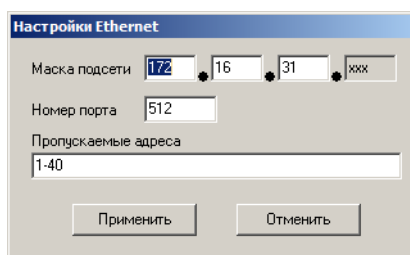

Рис. 10. Экраны программы AVS – Окно "Настройки Ethernet"
- 2.2.3.1. Запустить программу AVS_ABMB.exe с прилагаемого диска и настроить параметры опроса по Ethernet. Для этого выбрать пункт меню «Сервис»→«Настройки Ethernet». Появится окно задания параметров (рис. 10).